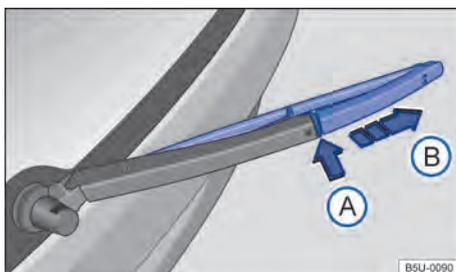

Fig. 169 Substituir a palheta do limpador do vidro traseiro.
- Manter a tecla de destravamento → Fig. 169 ① pressionada.
- Retirar a palheta do limpador do vidro traseiro no sentido da seta ②.